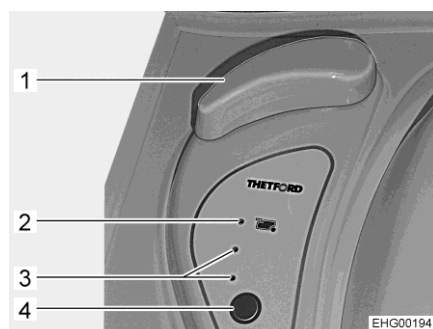

Fig. 168 Elementi di comando della toilette
- Ruotare la maniglia girevole (Fig. 168,1).
- Ruotare indietro la maniglia girevole (Fig. 168,1).
- Prima di tirare l'acqua, aprire il cursore della toilette Thetford. Per farlo, ruotare la maniglia girevole (Fig. 168,1).
- Per sciacquare premere il pulsante blu (Fig. 168,4).
- Dopo aver tirato l'acqua chiudere il cursore. Per farlo, ruotare indietro la maniglia girevole (Fig. 168,1).
Le spie di controllo (Fig. 168,3) indicano il livello del serbatoio fecale. Quando si accende la spia di controllo rossa (Fig. 168,2), il serbatoio fecale deve essere svuotato.